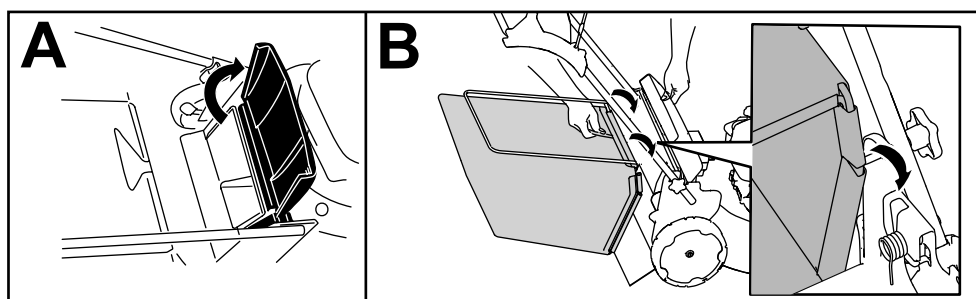

Figure 20
1. Soulevez le déflecteur arrière et gardez-le dans cette position (A de la Figure 20).
2. Montez le bac à herbe en veillant à placer les ergots dans les crans du support du guidon (B de la Figure 20).